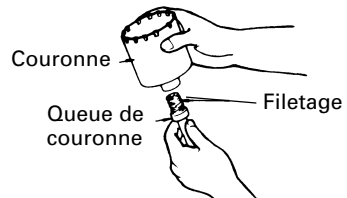

Fig. 19
- (1) Monter la couronne sur la queue de couronne. (Fig. 19)